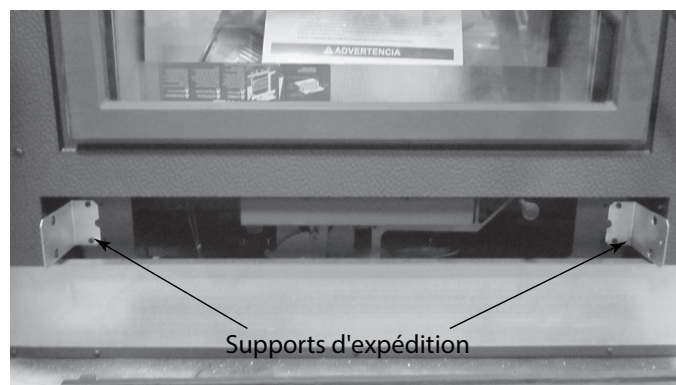

Figure 2.5 Retirer les supports d'expédition
2. Retirez les deux (2) supports d'expédition et jetez-les. Voir la figure 2.5.